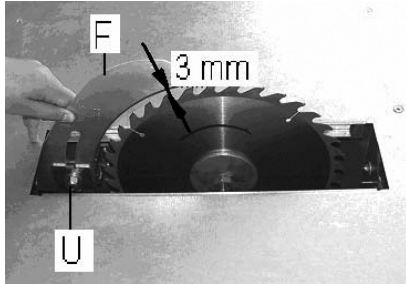

Fig. 15
Spaltekilens må alltid brukes. Bryt strømtilførselen ved å kople fra nettstøpselet. Spaltekilens (F, fig 15) festes ved hjelp av en mutter (U).